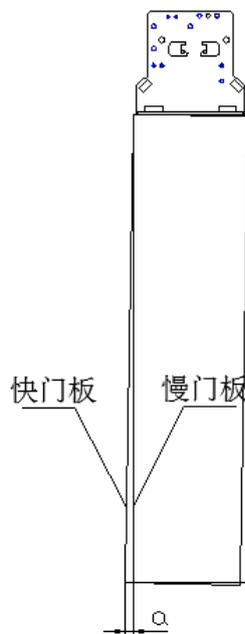

图 6
- ⑦ 开门到位调节轿门左快门窄边的垂直度（人在轿厢内往外看左边门为左门，右边门为右门），先预调至快门板下端突出轿厢慢门板 2~3mm，如图 6 所示。然后门机上电，使得关门到位 2 块轿门板间隙 $\leq 1.5\text{mm}$ ，上下间隙偏差 $\leq 0.5\text{mm}$ ，如图 7 所示。